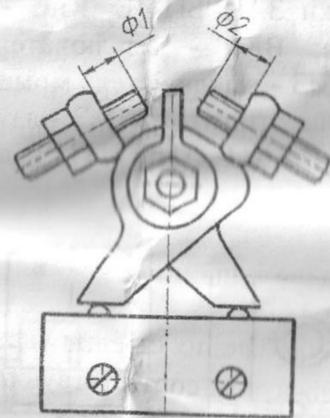

Рис. 4. Регулирование муфты крутящего момента
2.1.4. Регулирование муфты крутящего момента выполняется установкой размера  $\Phi$  (рис.4).